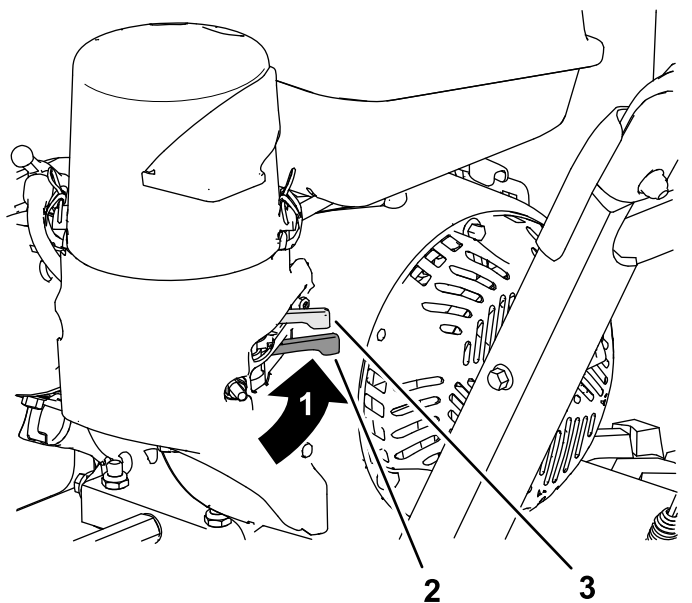

Figura 11
Spostate la valvola di intercettazione del carburante, situata sotto lo starter, a destra per attivare il carburante (Figura 11).
2. Sul lato posteriore sinistro del motore, spostate la leva dello starter a sinistra, in posizione ON. A motore caldo, lasciate lo starter in posizione OFF (Figura 11).
6. Lasciate riscaldare il motore per diversi minuti, quindi portate lo starter verso la posizione OFF (Figura 11).
- Utilizzate la valvola di intercettazione del carburante per spegnere il flusso di carburante quando prevedete di non utilizzare la macchina per qualche giorno, parcheggiate la macchina all'interno di un edificio o trasportate la macchina da e verso il sito di lavoro (Figura 11).